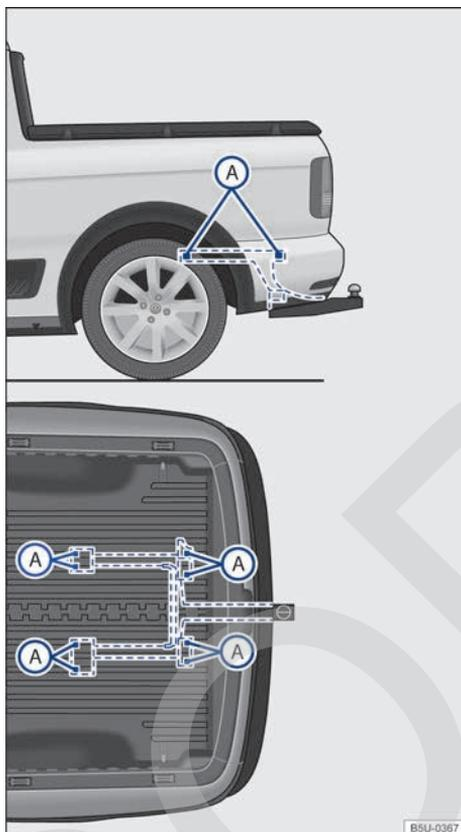

Fig. 86 Puntos de fijación para instalar un dispositivo de remolque posteriormente.
La figura → fig. 86 muestra, a modo de ejemplo, el punto de fijación para montar un dispositivo de remolque del modelo Nueva Saveiro.
El montaje posterior de un enganche para remolque se deberá realizar siguiendo las instrucciones del respectivo fabricante del enganche, siempre respetando los puntos de fijación indicados en la → fig. 86 (A).